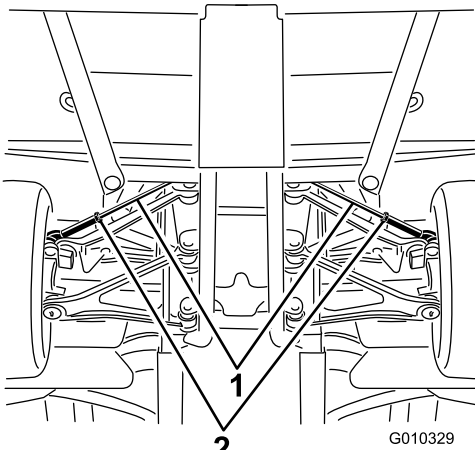

Bild 66
- A. Lösen Sie die Klemmmutter in der Mitte der Zugstange (**Bild 66**).